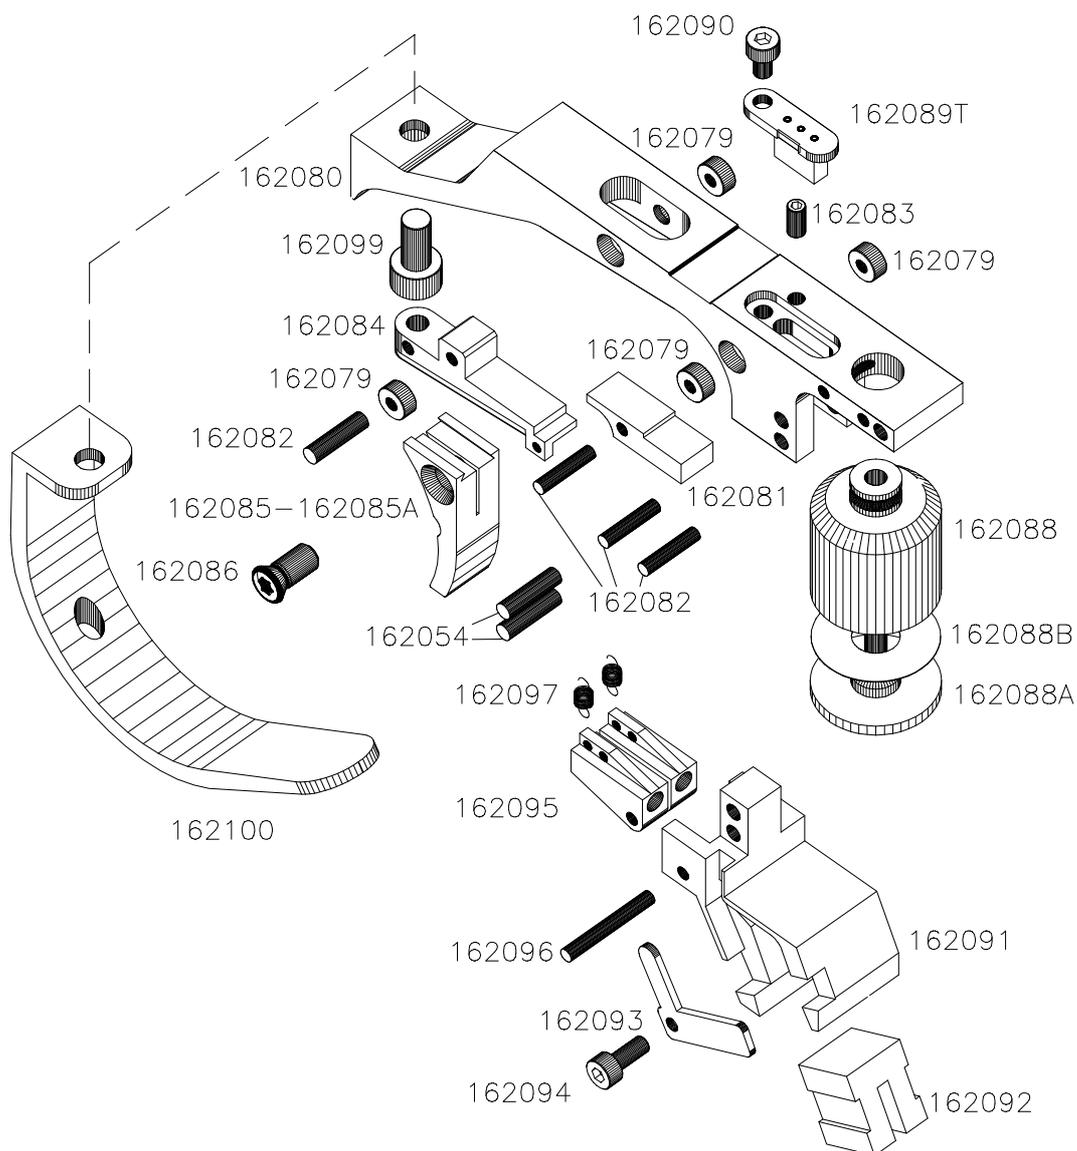

Fig. 1
1. Einschalten der Pistole und überprüfen der Batterie (*Abb. 1*)